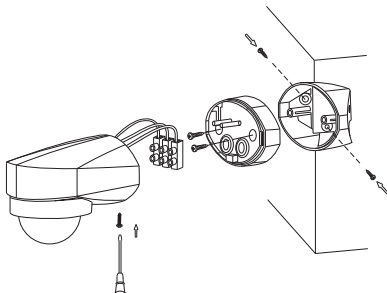

Рисунок 25 – Монтаж ДД 040
4.2.5 Установка и подключение датчика ДД 042 (рисунок 25)